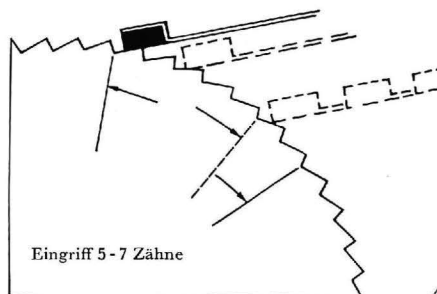

Abb. 23
5. Der Eingriff des Antriebsklinkensteins wird geprüft, indem man die Zinke der Stimmgabel, an der die Klinke befestigt ist, vom Klinkenrad weg bewegt und dabei die Anzahl der Zähne zählt, mit denen der Stein im Eingriff bleibt, bevor er das Rad freigibt. (Die Stimmgabel wird durch Drücken auf die Eisenschalen bewegt.) Die Antriebsklinke sollte über eine Strecke von 5 bis 7 Zähnen mit dem Rad in Eingriff bleiben (Abb. 23). Ist er kleiner als 5 oder größer als 7 Zähne, wird die Klinke mit einer Pinzette oder einer Nadel nahe beim Stift gegen das Rad oder vom Rad weg gebogen. (Diese Arbeit entspricht dem
Nach dieser Einstellung muß der Eingriff noch einmal geprüft werden (Abb. 23).